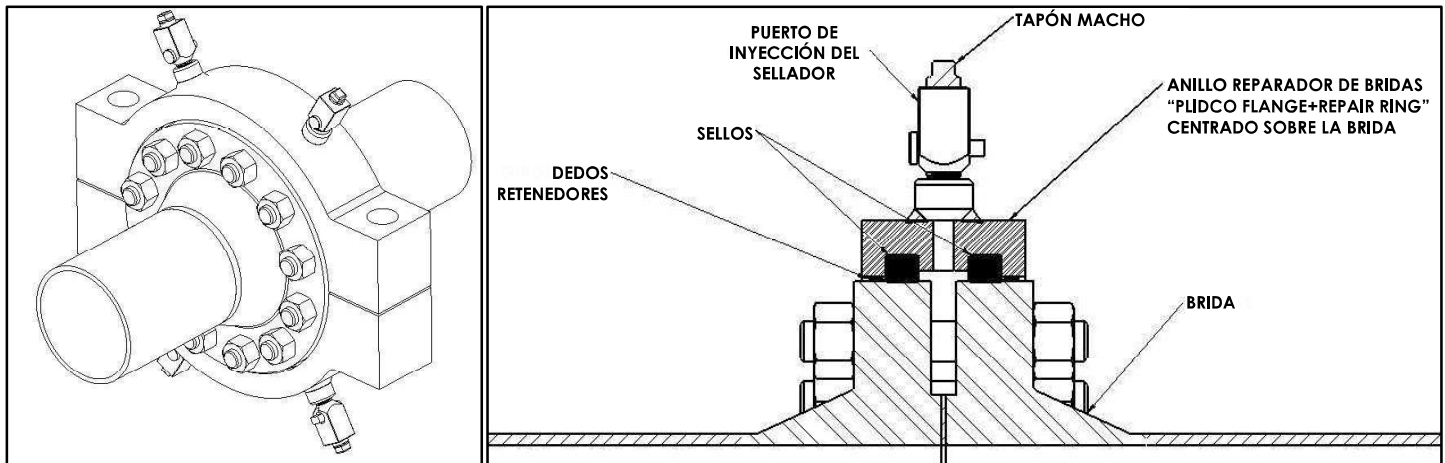

Figura 4
8. **Ensamble el anillo reparador de bridas “PLIDCO Flange+Repair Ring” alrededor de las bridas asegurándose de que el anillo quede centrado sobre el claro entre las bridas y de que los extremos pintados de amarillo coincidan. Se recomienda orientar la carcasa del anillo reparador de bridas “PLIDCO Flange+Repair Ring” directamente sobre el área del conjunto de bridas con el mayor volumen de fuga. Para evitar la fuga de líquidos, rocíe directamente sobre los sellos longitudinales. Un puerto de inyección del sellador debe estar lo más cerca posible de la parte superior y otro cerca de la fuga, pero no directamente sobre esta. Esto ayudará a indicar cuándo el espacio anular del anillo reparador de bridas “PLIDCO Flange+Repair Ring” esté lleno o cuándo el sellador haya alcanzado la parte superior de la conexión. En la Figura 4, se muestra cómo el anillo reparador de bridas “PLIDCO Flange+Repair Ring” debe encajar alrededor de las bridas; además, se indican los nombres y las ubicaciones de las distintas partes que conforman la conexión.**